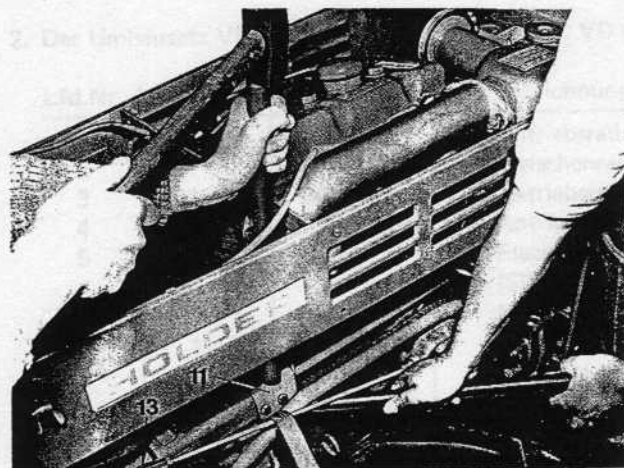

Abb. 5
- d. Anschlagwinkel (11 Abb. 5) für Hydraulikleitung am Tragblech anschrauben und wie Abb. 5 zeigt einsägen und nach innen umschlagen. Hierbei muß am Tragblech gegengehalten werden (Abb. 5).
- f. Der Hebel (13 Abb. 5) für das Gasgestänge muß soweit nach außen gebogen werden, daß eine einwandfreie Funktion bei eingebauter Batterie gegeben ist. (Nur bei A 45/A 55)